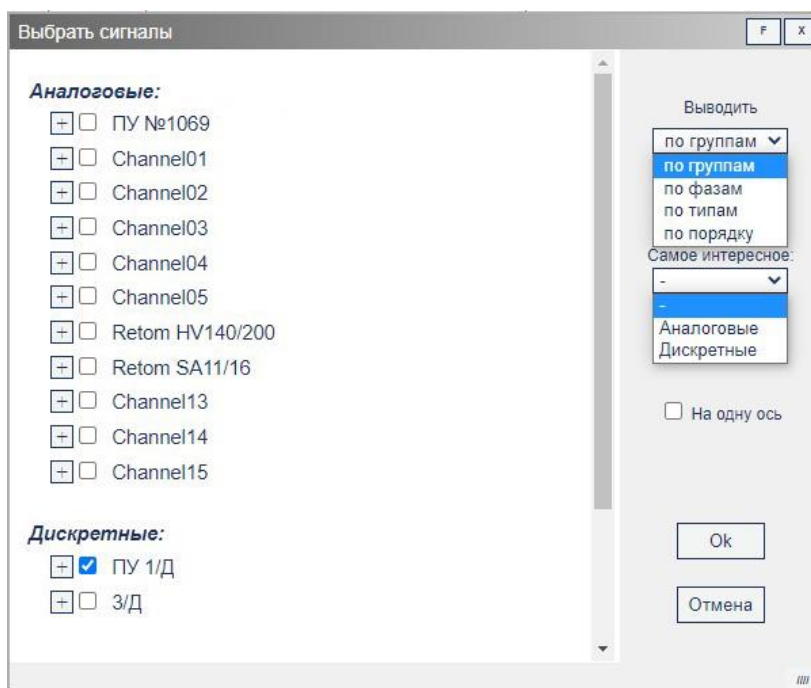

Рисунок 16 – Окно «Выбрать сигналы»
3.5.4.2 При нажатии на кнопку «Выбрать сигналы» открывается соответствующее диалоговое окно (рис. 16), предназначенное для выбора состава аналоговых и дискретных сигналов для отображения в главном окне Программы.